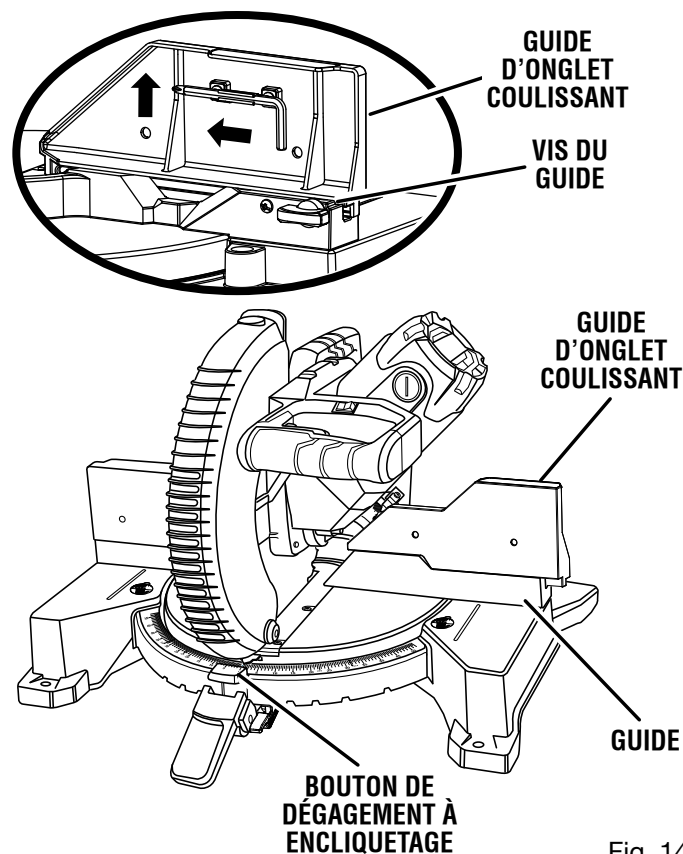

Fig. 14
Voir les figures 14 à 20
- Retirer les guides d'onglet coulissants du guide. Voir la figure 14.